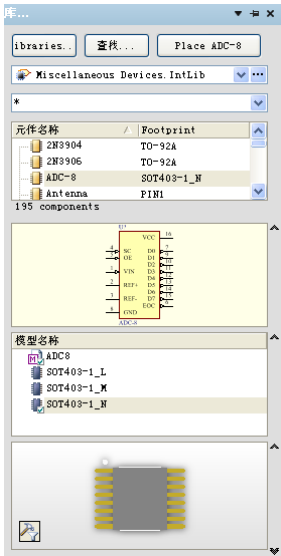

图 2-11 “库”面板
(2) “库” 面板：如图 2-11 所示。这是一个浮动面板，当光标移动到其标签上时，就会显示该面板，也可以通过单击标签在几个浮动面板间进行切换。在该面板中可以浏览当前加载的所有元件库，可以在原理图上放置元件，还可以对元件的封装、3D 模型、SPICE 模型和 SI 模型进行预览，同时还能够查看元件供应商、单价、生产厂商等信息。